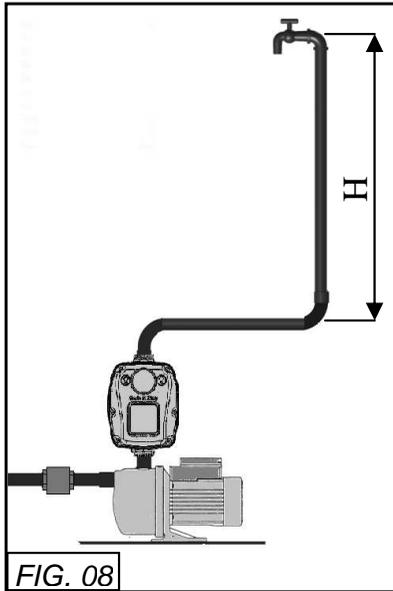

FIG. 08
Installare l'apparecchio, in posizione verticale od orizzontale, in un qualsiasi punto posto tra la mandata della pompa ed il primo utilizzo in modo che la direzione della freccia posta sul coperchio corrisponda alla direzione del fluido nella tubazione (Fig. 08) . Assicurarsi della perfetta tenuta stagna delle connessioni idrauliche. Nel caso si utilizzi una pompa con pressione massima superiore a 10 bar è necessario installare un riduttore di pressione in ingresso all'apparecchio o un dispositivo meccanico di limitazione della pressione tarato a 10 bar.
1) Se il rubinetto d'utilizzo più elevato è situato a più di 15 metri al di sopra del Brio Tank (Fig. 08 – Hmax: 30 mt)